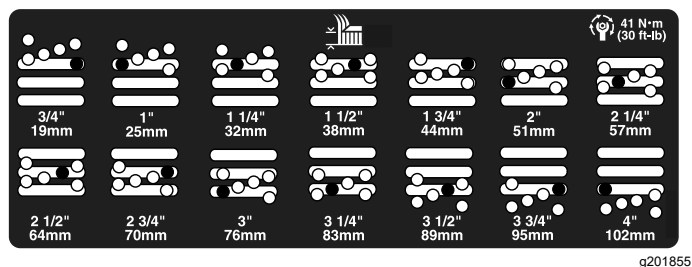

Figura 23
5. Mova a câmara para a altura de corte desejada e instale o espaçador no orifício e ranhura da altura de corte designada (Figura 23).